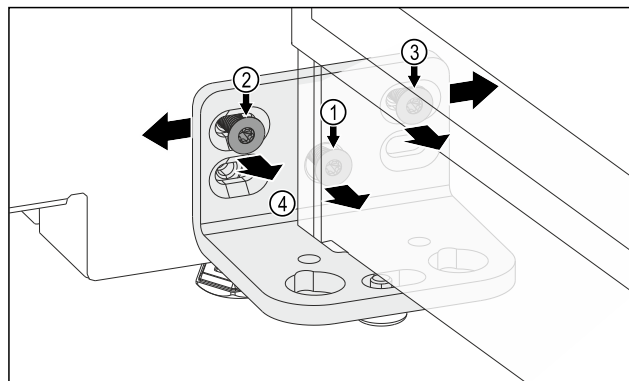

Fig. 12
- Schroef Fig. 12 (1) verwijderen.
- Schroef Fig. 12 (2) en schroef Fig. 12 (3) losdraaien. Voor schroef Fig. 12 (3) heeft u een korte inbussleutel nodig.
- Deur met scharnierbeugel Fig. 12 (4) naar links verschuiven.
- Deur met scharnierbeugel Fig. 12 (4) naar rechts verschuiven.
- ▶ Eindpositie van de deur is bereikt: Schroef Fig. 12 (2) en schroef Fig. 12 (3) vastschroeven.
- ▶ U heeft de schroef Fig. 12 (1) niet meer nodig.